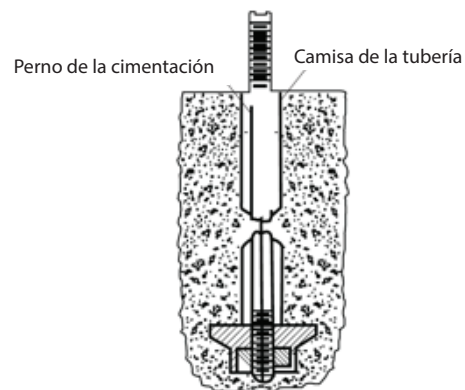

Figura 4.2 Perno de anclaje (cimentación)
- **Opción A:** Suelde una oreja a la cabeza del perno de anclaje para evitar que gire el perno (consulte la Figura 4.2).